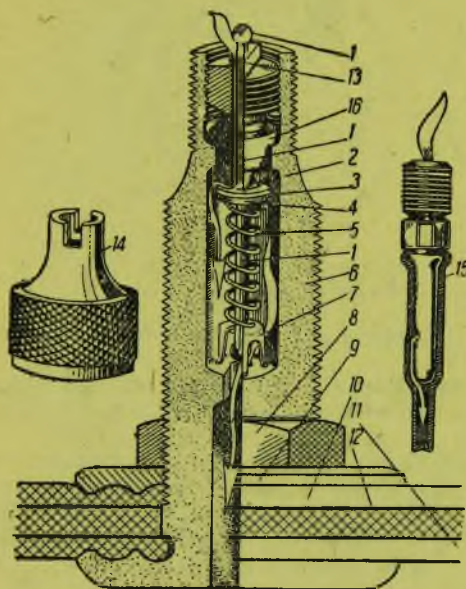

Рис. 195. Вентили
(Денлоп) и автомобильного (Шрадер) (рис. 195). В вентиле Шрадер часто пружина (5) делается слишком сильной, и тогда, чтобы накачать шину, прибегают к отвертыванию всего золотника. Этот метод нужно считать неверным, так как в результате частых отвинчиваний и завинчиваний резина на золотничке срывается, и он пропадает, так как чинить золотничок невозможно. Поэтому жесткую пружину золотничка нужно немного сжать, что ослабит ее действие.